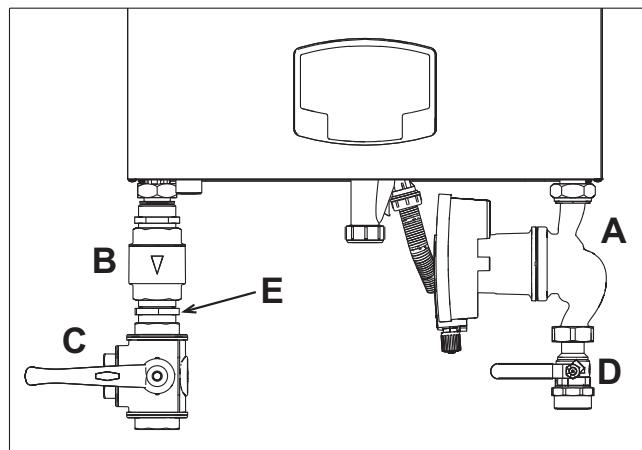

рис. 35- Котел с установленными комплектами
код 042070Х0 - КОМПЛЕКТ ВЫСОКОПРОИЗВОДИТЕЛЬНОГО ЦИРКУЛЯЦИОННОГО НАСОСА - 7 м (A - рис. 35)
код 042071Х0 - КОМПЛЕКТ ВЫСОКОПРОИЗВОДИТЕЛЬНОГО ЦИРКУЛЯЦИОННОГО НАСОСА - 10 м (A - рис. 35)
- 1 НЕВОЗВРАТНЫЙ КЛАПАН - Гнездовое 1"1/2 (B - рис. 35)
- 2 3-ХОДОВОЙ ВЕНТИЛЬ - Гнездовое 1"1/2 (C - рис. 35)
- 3 ВЕНТИЛЬ Штыревое/гнездовое 1"1/2 (D - рис. 35)
- 4 СОЕДИНТЕЛЬНЫЙ ПАТРУБОК 1"1/2 (E - рис. 35)